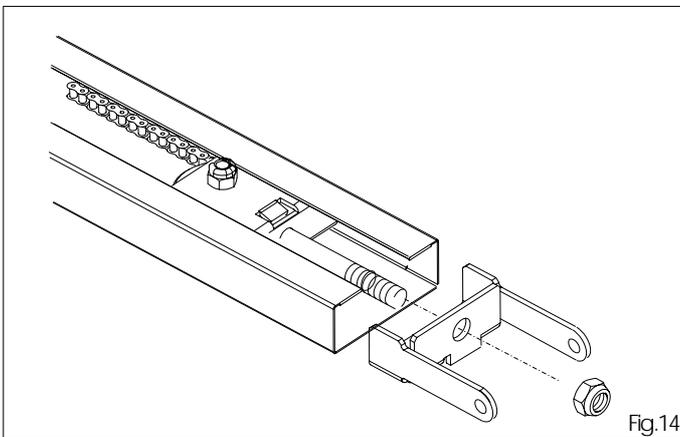

Fig.14
5.10 Introduzcan la brida en la guía de deslizamiento y bloqueen con la correspondiente tuerca (fig. 14).